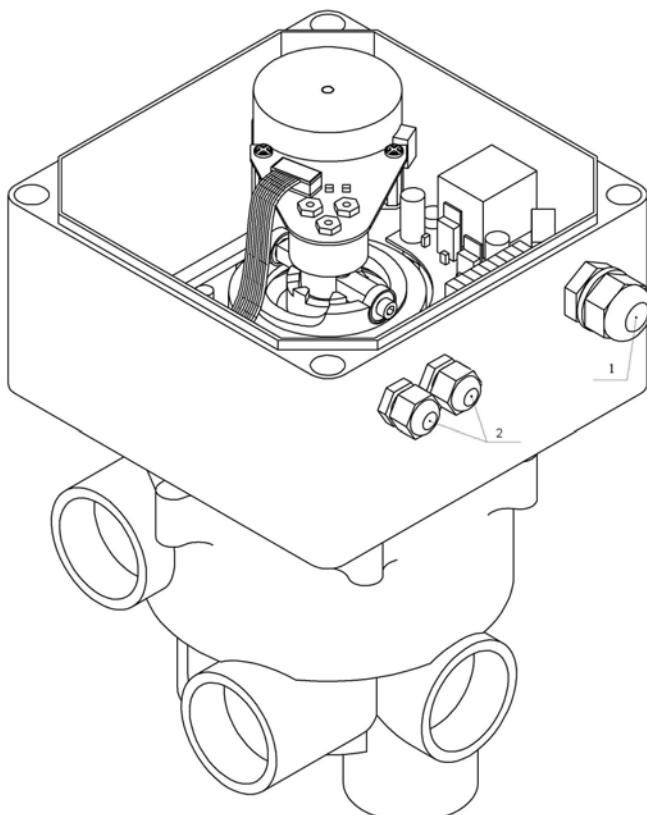

Рис. 1
Прибор «Навигатор-Авто» представляет собой электронное устройство в пластиковом корпусе (см. рис.1). Корпус состоит из двух частей, собственно корпуса (1) и крышки без петель. Для соединения корпуса с крышкой предназначены винты находящиеся по углам крышки. На крышке прибора схематично изображены основные режимы работы.